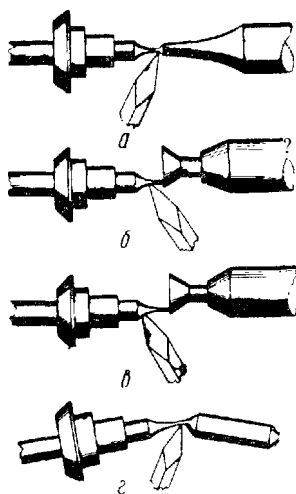

Рис. 159. Точіння і відрізка осі балансу.
На рис. 159, *а, б, в* показано точіння і відрізування осі при нормальній і надмірній довжині заготовки (рис. 159, *г*). В момент відрізування лишку цапфа, як правило, виявляється погнутою.
5. Обточування по діаметру цапфи провадиться в останню чергу на центрах (як це показано на рис. 159>в) токарного верстата різцем ж (див. рис. 22).
У тому випадку, коли цапфа після точіння на токарному верстаті виявиться значно більшого діаметра ніж потрібно, то її необхідно піддати дальшій обробці на верстаті, користуючись при цьому різцем ж (див. рис. 22) і центром, вказаним на рис. 159, б.